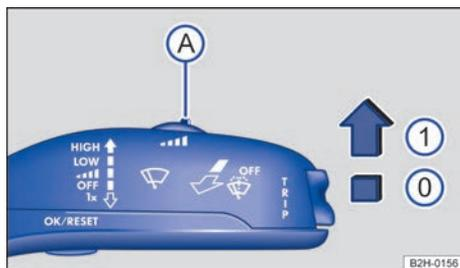

Fig. 75 Palanca del limpiaparabrisas: ajustar la sensibilidad del sensor de lluvia (A).
Cuando está activado, el sensor de lluvia controla automáticamente los intervalos del limpiaparabrisas en función de la intensidad de la lluvia y de la sensibilidad ajustada \Rightarrow . La sensibilidad del sensor de lluvia puede ajustarse manualmente con el mando \Rightarrow fig. 75 (A). Barrido manual \Rightarrow página 111.
Presione la palanca hasta la posición deseada \Rightarrow fig. 75: